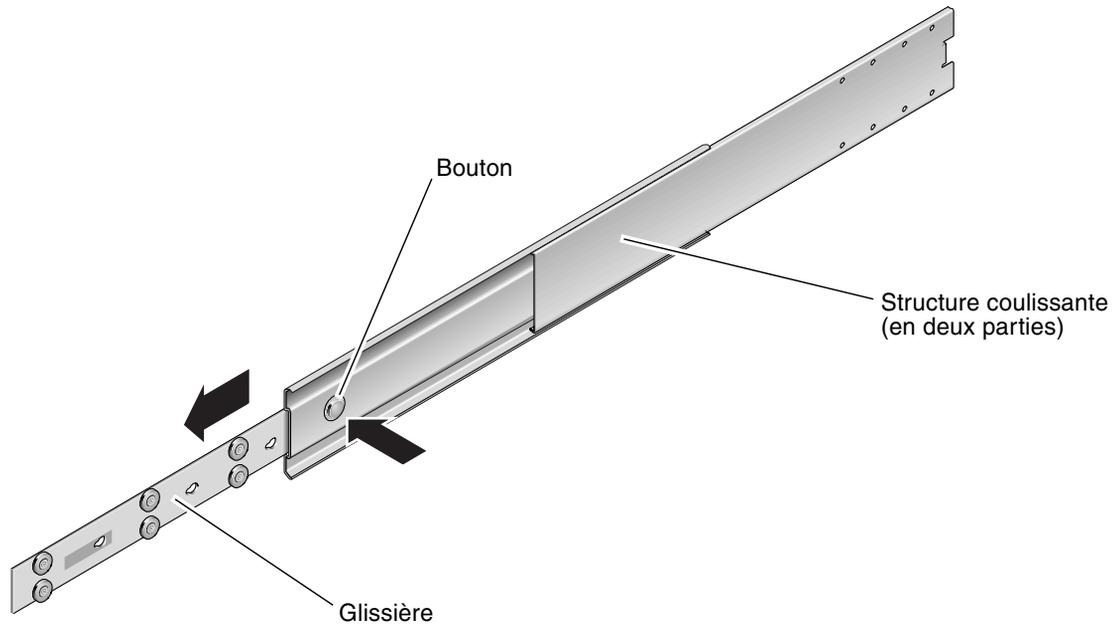

FIGURE 3-8 Démontage de la structure coulissante
4. Enfoncez le bouton situé sur chaque glissière et retirez entièrement la glissière de sa structure coulissante (voir FIGURE 3-8).